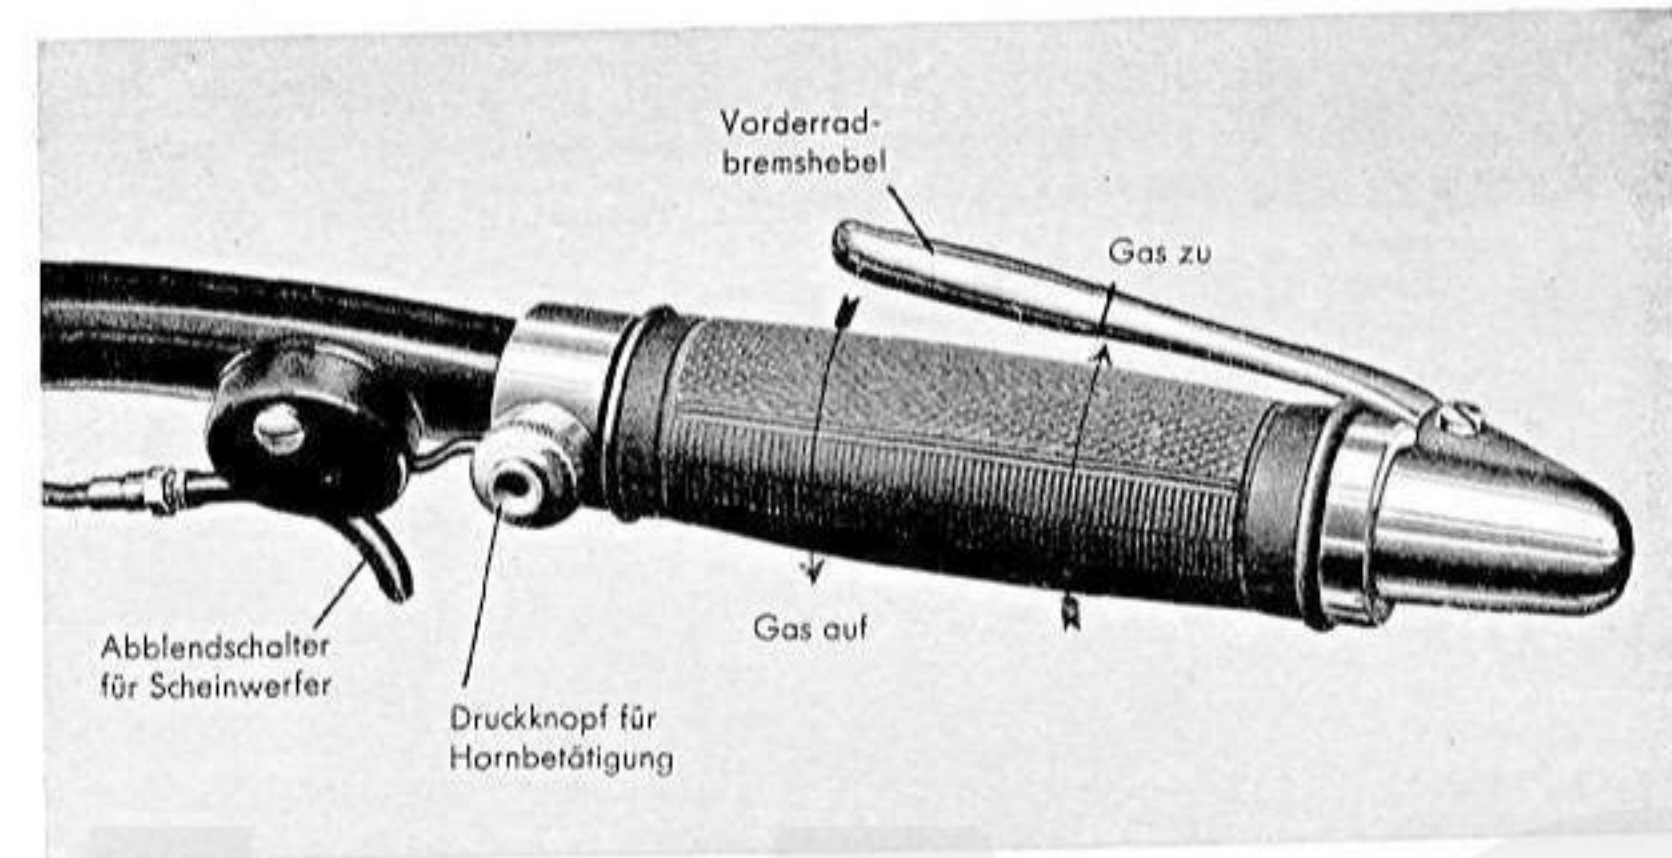

Abb. 35 Gasdrehgriff der Tourenmaschine
a) Gasdrehgriff: Der Drehgriff, der durch Bowdenkabel den bzw. die Gasschieber der beiden Vergaser betätigt, öffnet durch Linksdrehung, also nach rückwärts und schließt durch Rechtsdrehung nach vorwärts (Abb. 35 und 36). Zum Antreten des kalten Motors ist der Gasdrehgriff etwas zu öffnen, wobei bei der R11-Einvergaser-Maschine die Anlaßvorrichtung am Vergaser durch Herausziehen und Rechtsdrehen des Anlaßkolbens zu bedienen ist, bei den Zweivergaser-Maschinen hingegen die beiden Vergaser getupft werden sollen. Erst nach dem Warmlaufen des Motors ist langsam mehr Gas zu geben. Bei der R11-Einvergaser ist unbedingt darauf zu achten, daß der Anlaßkolben durch Weiterdrehen desselben nach dem Warmlaufen des Motors geschlossen wird, da sonst zu hoher Kraftstoffverbrauch und Verrußen der Zündkerzen auftritt. Beim Antreten des warmen Motors dagegen ist der Gasdrehgriff geschlossen zu halten und auch von einer Betätigung der Anlaßvorrichtung bzw. von einem Tupfen der Vergaser Abstand zu nehmen, da sonst durch das Zuführen von zu viel Kraftstoff das Anlassen eher erschwert als erleichtert wird.